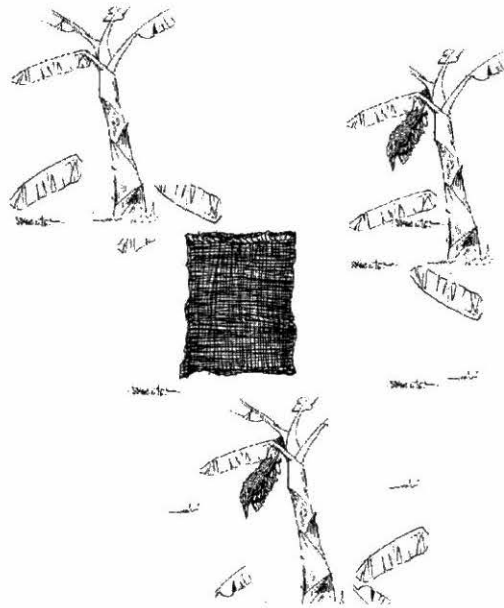

Figura 21. Estopa en medio de plantas
2. Agáchese y expándalo en el suelo. (Véase figura 21)